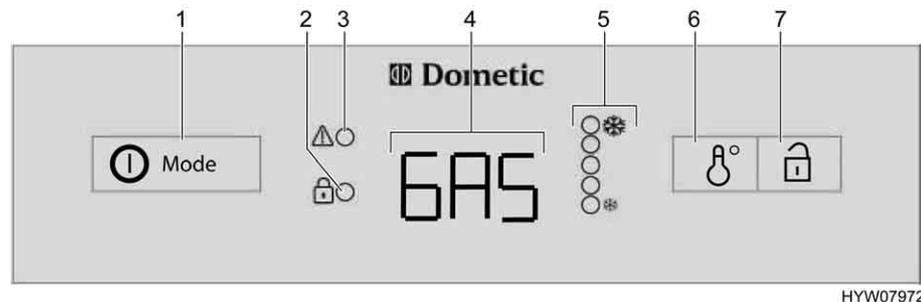

Bild 171 Bedienelemente für den Kühlschrank (Dometic 8er-Reihe mit AES)
Bei Störungen blinkt die Anzeige-LED Störung "⚠" (Bild 171,3).
Wenn die 230-V-Versorgung **nicht** angeschlossen und der Motor des Zugfahrzeugs **ausgeschaltet** ist, wählt das AES die Gasversorgung. Beim Anwählen des Gasbetriebs wird die Zündsicherung automatisch geöffnet, so dass Gas zum Brenner strömen kann. Gleichzeitig wird der elektronische Zünder eingeschaltet. Erlischt die Gasflamme, z. B. durch einen Luftzug, wird der Zünder sofort aktiviert und zündet das Gas wieder an. Bei Störung im Gasbetrieb blinkt in der Betriebsanzeige (Bild 171,4) der Text "GAS".
Nach dem Einschalten wählt der Kühlschrank automatisch die mittlere Thermostateinstellung. Diese Einstellung kann manuell mit dem Schalter für die Temperatureinstellung (Bild 171,6) nachgeregelt werden. Die Anzeige-LEDs (Bild 171,5) zeigen die gewählte Thermostateinstellung an. Mit dem Schalter wird die Kühltemperatur für alle drei Energiearten eingestellt. Es dauert einige Stunden, bis der Kühlschrank die normale Betriebstemperatur erreicht hat. Beim Umschalten der Betriebsart wird die Thermostateinstellung beibehalten. Die Kühltemperatur wird unabhängig von der Energieart beibehalten.
- Den Einschalter/Energie-Wahlschalter (Bild 171,1) 2 Sekunden lang drücken, um das Gerät einzuschalten. Die zuletzt gewählte Betriebsart wird in der Betriebsanzeige (Bild 171,4) angezeigt.
- Mit dem Einschalter/Energie-Wahlschalter (Bild 171,1) die Energieart wählen.
- Die Kühltemperatur am Schalter für Temperatureinstellung (Bild 171,6) einstellen. Die Anzeige-LEDs (Bild 171,5) zeigen die gewählte Thermostat-Einstellung.
- Den Einschalter/Energie-Wahlschalter (Bild 171,1) 2 Sekunden lang drücken. Alle Anzeigen erlöschen.